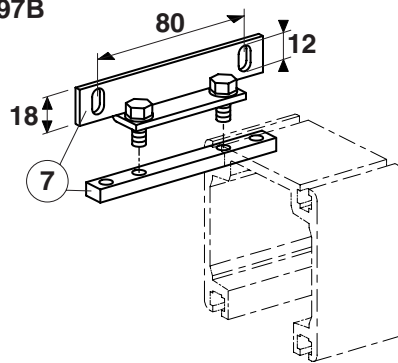

Fig. 11
- 3.5 Passare nelle cave superiori del profilo di alluminio i piatti filettati per le staffe OKR499 o OKR497B (fig. 11,12). Fissare una staffa ogni metro.